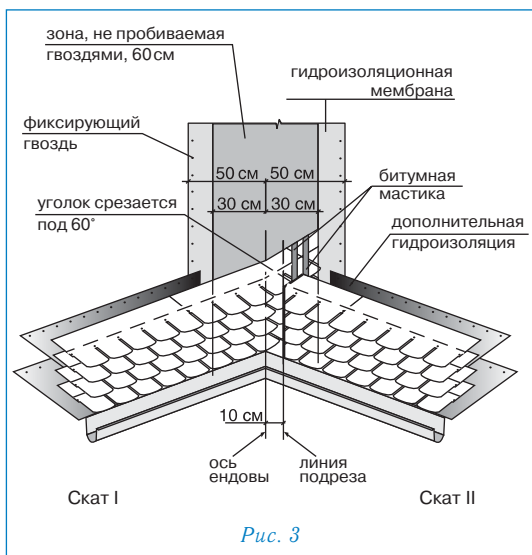

Рис. 3
Ендова (рис. 3)
- лист, подходящий к ендове со ската II, должен доходить до линии подрезки и обрезаться по ней. Верхний уголок обрезанного края листа подрезается под углом 60° (5–3 см — рис. 3);